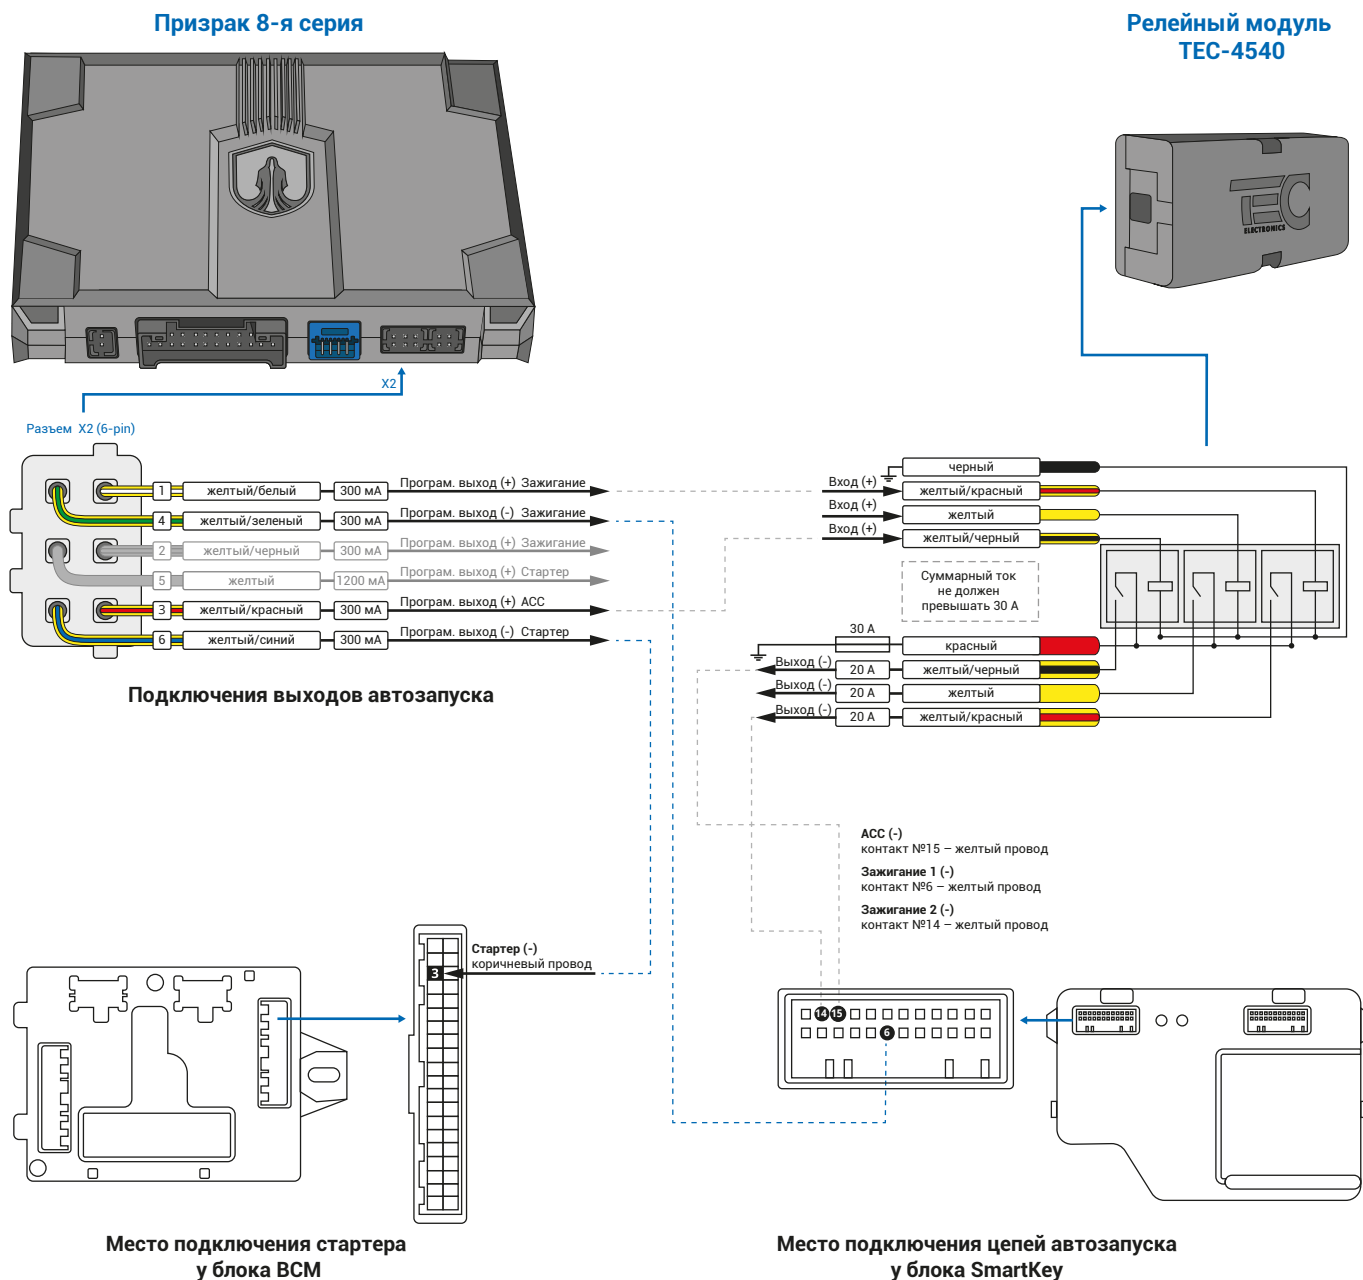

Рис.2 Схема подключения автозапуска
2. Осуществите подключение цепей автозапуска. Подключение к автомобилю производится у блока BCM и блока SmartKey. Для осуществления автозапуска достаточно подключить Зажигание и Стартер. При необходимости подключения цепей Зажигания 2 и АСС используйте релейный модуль TEC-4540 (см. рис. 2).